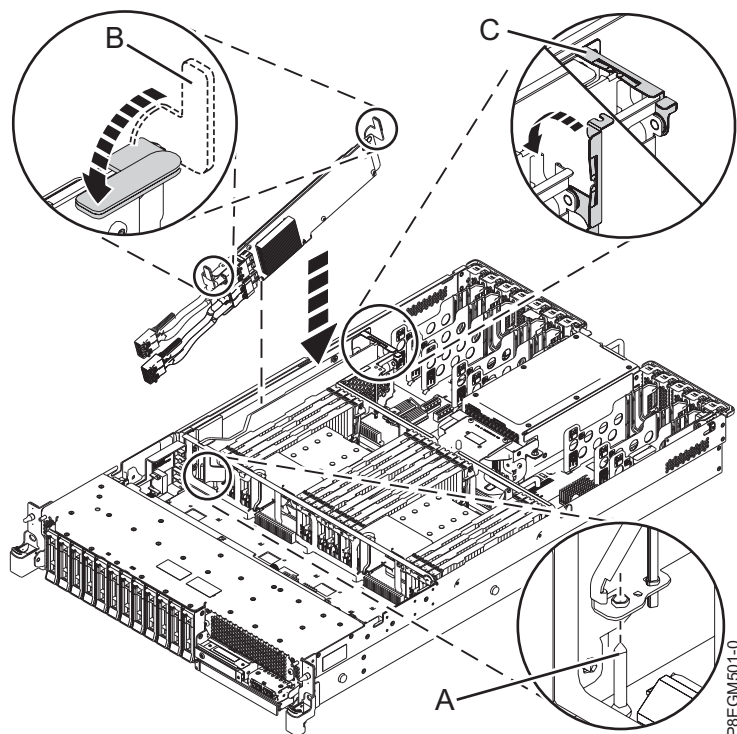

図 13. PCIe3 x8 SAS RAID 内部アダプター 6 Gb の取り替え
2. アダプターを取り付ける前に、16 ページの図 13 に示すように、前面 SAS ケーブルを PCIe3 x8 SAS RAID 内部アダプター 6 Gb の前面コネクタ P1 または P2 に再接続します。コネクタの止め金が掛かるまで、ケーブル・コネクタを内部に押します。
4. PCIe3 x8 SAS RAID 内部アダプター 6 Gb を完全に設置して、このアダプターの取り付けを完了します。アダプターが配置ピン (A) に取り付けられていることを確認します。図 13 に示すように、カードの上部中央の端を押し下げて、システムのバックプレーン・コネクタにしっかりと取り付けます。
5. 青いハンドル (B) を 図 13 に示されている方向に押します。
6. ケーブル保持ブラケット (C) を 図 13 に示す方向に押します。